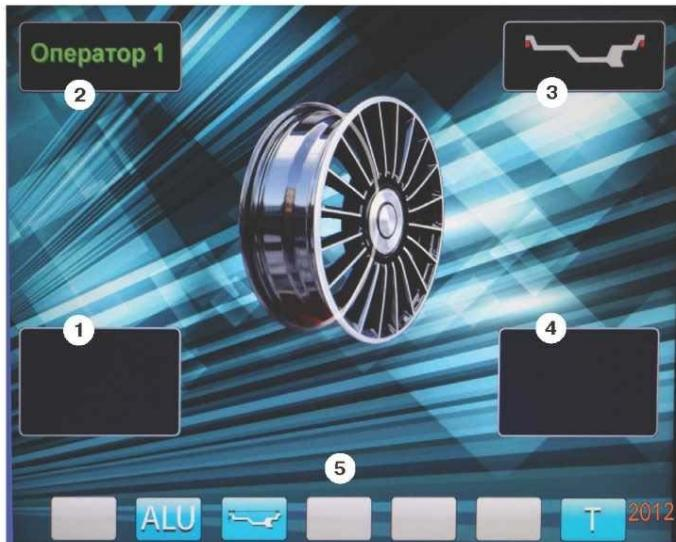

рис.8.2.
8.3. После включения питания СБ на экране монитора отображается фирменная заставка, которая через несколько секунд сменяется отображением экрана основного рабочего режима (рис. 8.2).
Если после введения размеров колеса установленся экран ввода геометрических параметров, необходимо перейти в экран основного рабочего режима нажатием кнопки «STOP». Для выбора нужной схемы нажмите кнопку верхнего ряда клавиатуры с соответствующим номером. Выбранная схема установки грузов отображается в окне 3 экрана основного рабочего режима (рис. 8.2).
12.2. При включении СБ программа измерения дисбаланса настраивается таким образом, что дисбаланс менее 8 г (заводская установка) на любой плоскости коррекции не показывается, в этом случае в окнах 1 и 4 (рис. 8.2) высвечиваются «ОК». Минимальный дисбаланс отображающийся в окнах 1 и 4 равен 8 г. Дисбаланс, превышающий 8г, округляется до величины кратной 5, т. е. дисбаланс 9, 10, 11 и 12 г отображается цифрой 10, дисбаланс 13, 14, 15, 16 и 17 г - цифрой 15 и т. д. Для просмотра неокругленного значения дисбаланса или дисбаланса менее 8г. необходимо нажать кнопку «<», при этом в окнах 1 и 4 на 2-3 сек высвечиваются фактические значения дисбаланса, определенные в данном запуске.
12.3.3. Для проверки результатов балансировки снова запустите СБ. Если колесо отбалансировано правильно, на индикаторах 1 и 4 (рис. 8.2.) отображаются символы «OK».